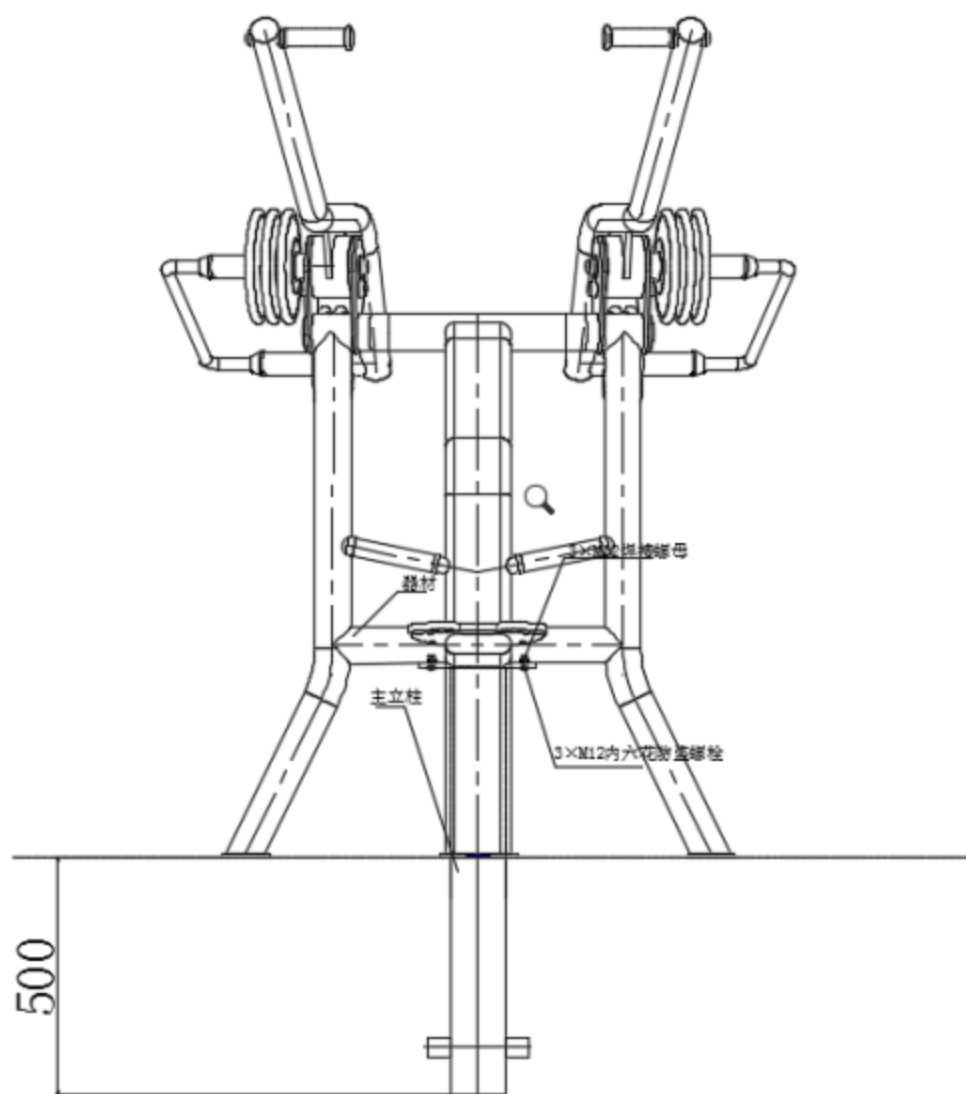

图6
7) 器材与主立柱同过三个M12×30的不锈钢内六角防盗螺栓进行连接(如图6所示)。